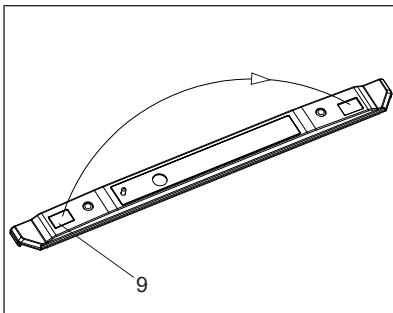

Рисунок 8
8. На передней панели 7 переставьте заглушку 9 на противоположную сторону панели (см. рисунок 8).